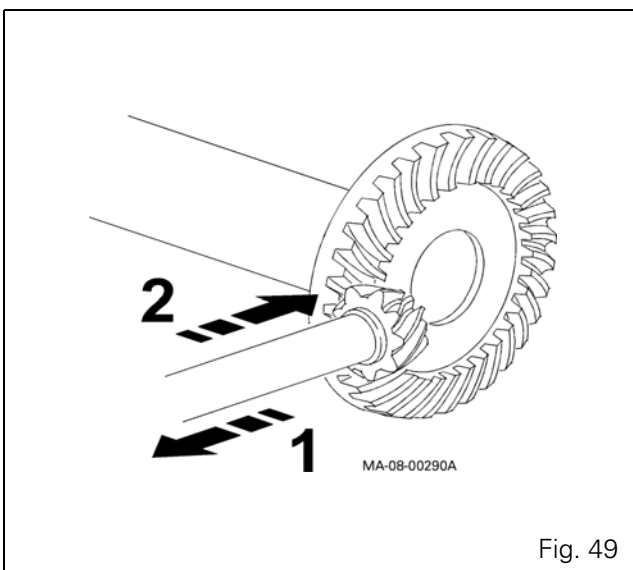

Fig. 49
54. Corrective action (Fig. 49):